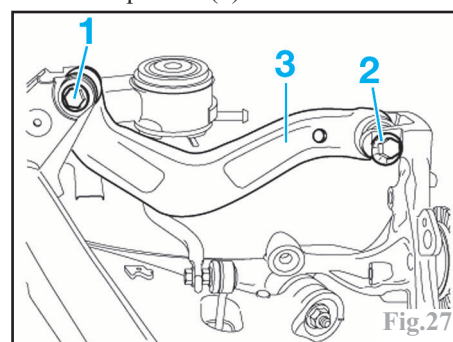

Fig.27
- la vis de fixation (1) sur le berceau (Fig.27).
- la vis de fixation excentrique (2) après avoir repéré sa position sur le support moyeu.
- le bras supérieur (3).